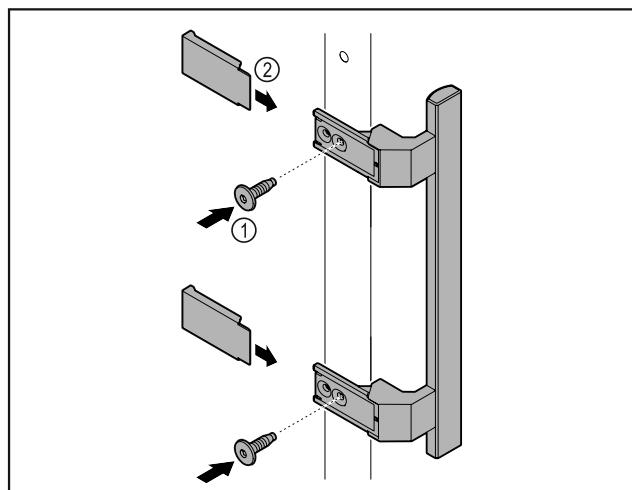

Fig. 2
- Montirajte ručku iz vrećice s priborom s pomoću priloženih vijaka Fig. 2 (1) na vrata.
- Postavite pokrov Fig. 2 (2).